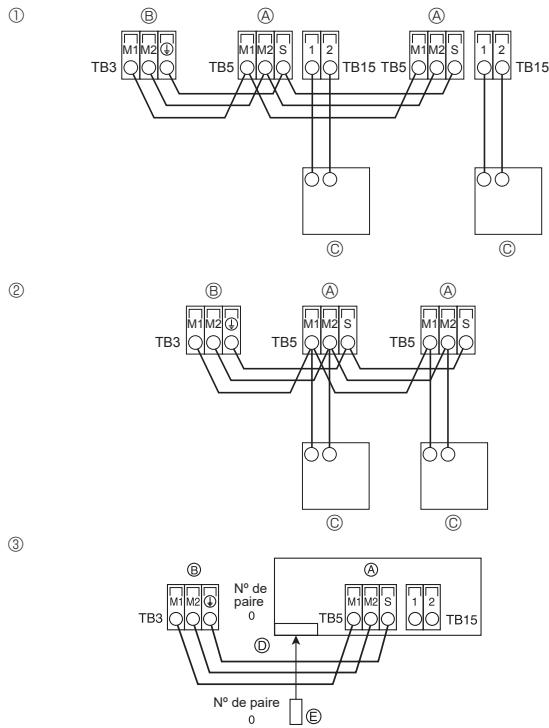

Fig. 6-3
6.4. Raccordement des câbles de la commande à distance et des câbles de transmission intérieurs et extérieurs (Fig. 6-3)
- ① Commande à distance MA
- ② Commande à distance M-NET
- ③ Télécommande sans fil